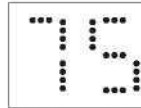

Abb. 2
- Nach der Änderung erscheint die Bildschirmanzeige im Kühlmodus wie in Abb. 2.